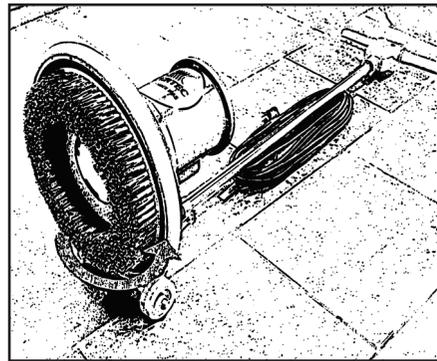

Fig. 3
- 03) Deite o equipamento (apoiado sobre a cruzeta) e coloque o disco com suporte ou a escova, encaixando-o na cruz de malta e girando no sentido anti-horário, de forma a fixá-lo. (Fig. 3)